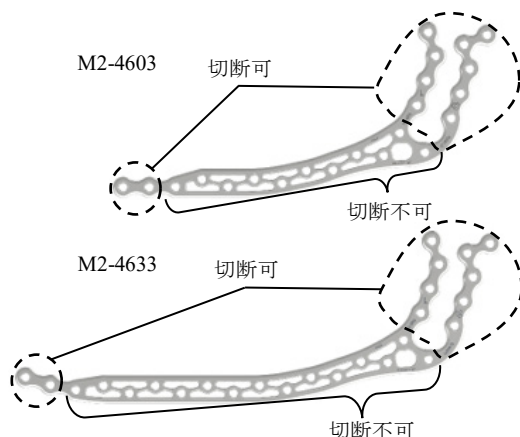

図 5 (C-アダプション併用時を除く)
- 4) TriLock Bridging プレートのグリッド部は切断しないこと。(図5) 切断可の範囲、切断不可の範囲は、以下の通り。